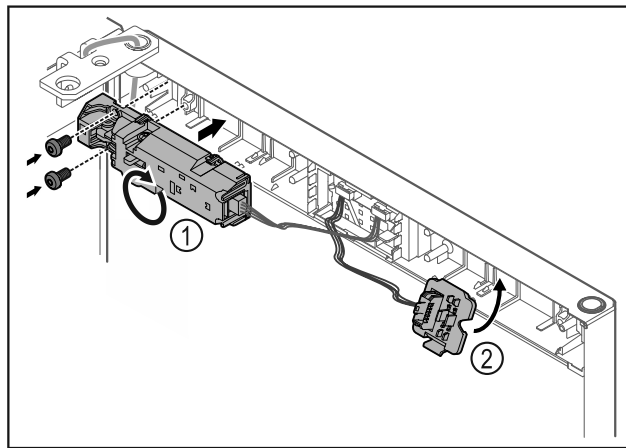

Fig. 24
- Rrotulloni bravën me veprim distanca Fig. 24 (1) me 180° dhe mbërthejeni në anën tjetër.
- Mbërtheni mbajtësen e spinës Fig. 24 (2) në anën tjetër.